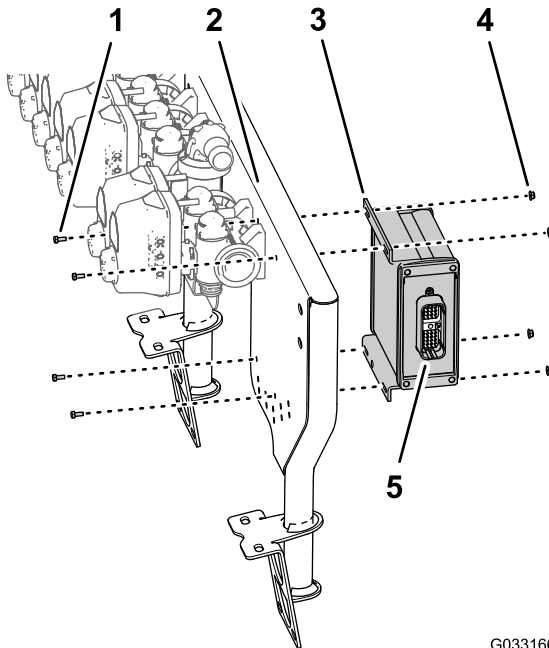

図 86
1. バルブマウントの前側に散布コントローラを取り付ける。40ピンコネクタが外側を向くように取り付けること 図 86。
2. 散布コントローラをバルブマウントに取り付ける 図 86; ボルト4 x 10mm4本とフランジロックナット4mm4個を使用する。